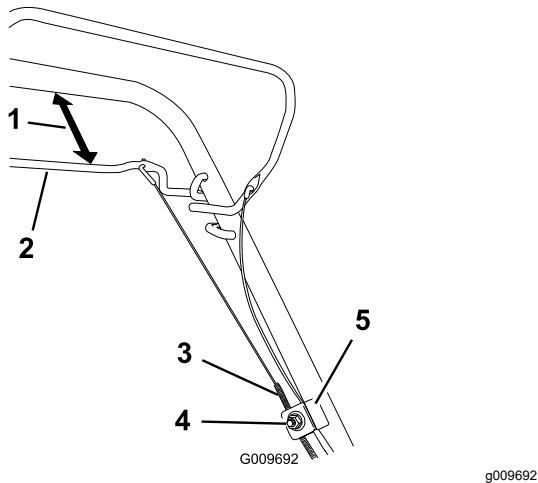

Figura 30
1. Afloje la tuerca del soporte del cable (Figura 30).
2. Sujete la barra de la transmisión autopropulsada a una distancia de 25 a 38 mm (1" a 1½") del manillar (Figura 30).
3. Tire hacia abajo de la cubierta del cable (hacia la máquina) hasta eliminar la holgura del cable (Figura 30).